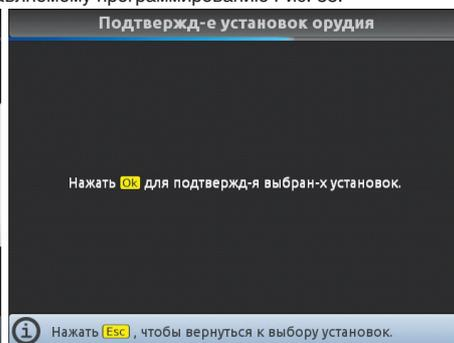

Рис. 37
- Программирование считается выполненным, как только появится сообщение Рис. 37. Нажмите **OK**.